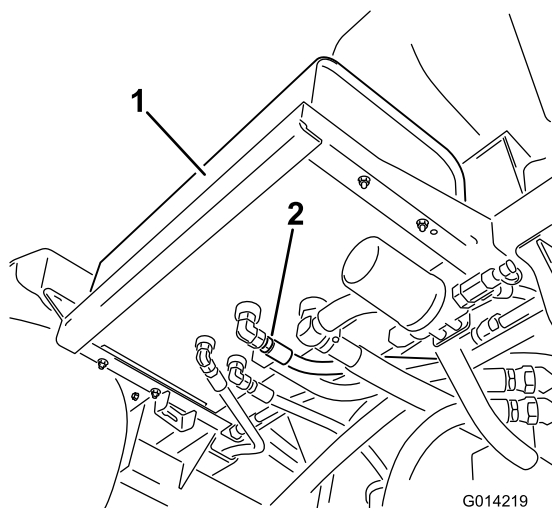

Figura 93
2. Limpe a área em redor da união do tubo hidráulico na parte inferior do depósito de óleo hidráulico (Figura 93).
4. Retire a união da tubagem do depósito, permitindo o escoamento do fluido para o recipiente (Figura 93).